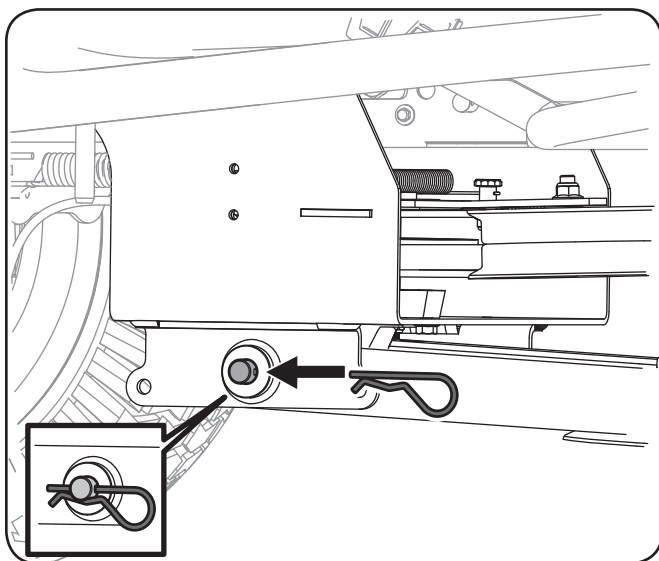

Figure 3-23
2. Faites pivoter la partie arrière de l'ensemble de rails vers le haut et fixez-le au sous-châssis avec les axes de chape et les goupilles fendues retirées à l'étape 1 de la sous-section Installation du sous-châssis à la page 9. Voir Figure 3-23.